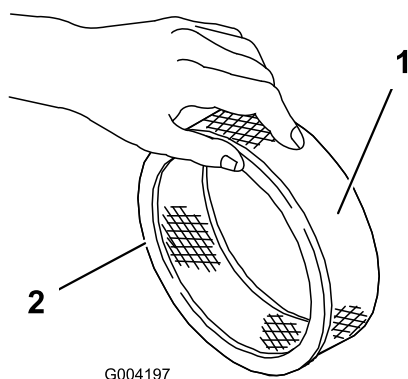

Bild 32
5. Untersuchen Sie den Papierfilter auf Risse, einen öligen Film und Schäden an der Gummidichtung (Bild 32).
1. Schieben Sie den Schaumvorfilter vorsichtig auf den Papierfilter (Bild 32).